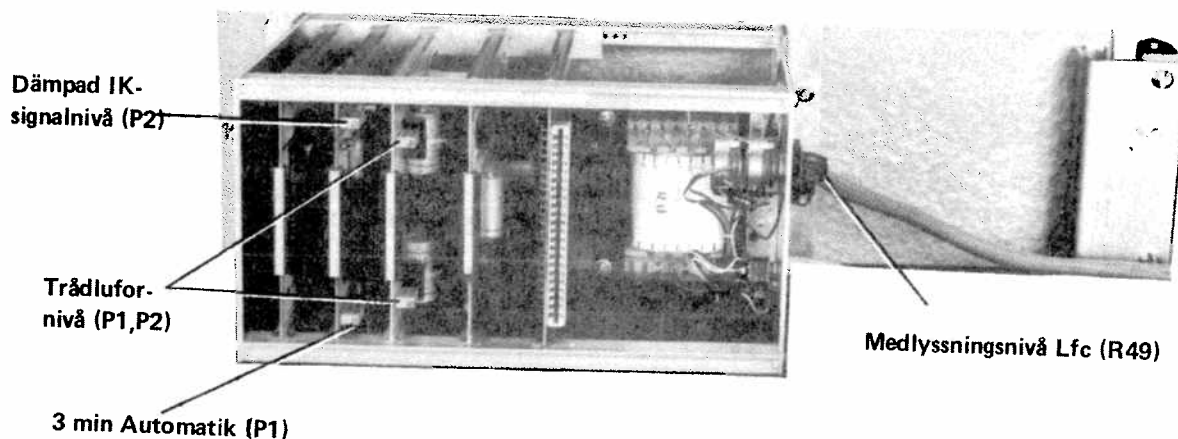

Bild 11. Automatikenhet F1250-102801, baksida
- Justera med potentiometern P2 på kort 2 (IK-signalgivare F1250-309255) så att nivån blir $-29,5$ dBu, se bild 11. Tiden för automatisk IK justeras med potentiometern P1 till ca 3 min.